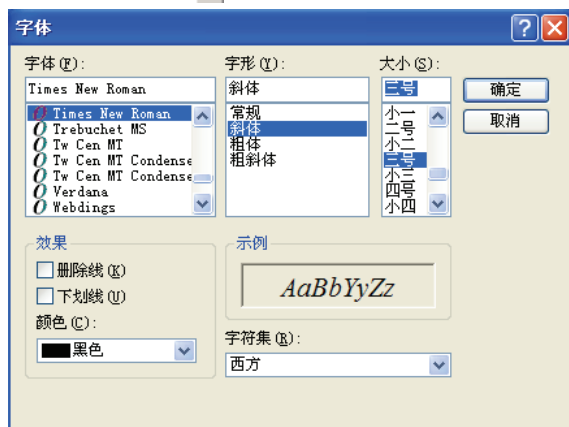

图 6-22 字体选择对话框
(2) 单击“Font”栏后的字体选择...按钮，弹出字体选择对话框，如图 6-22 所示。